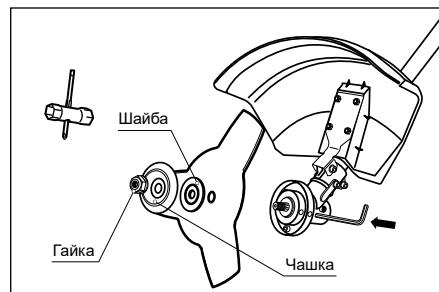

Рис. 9
- Установите режущий нож на фланцевую шайбу. Убедитесь, что режущий нож правильно отцентрирован и лежит на проточке шайбы. Установите прижимную шайбу. Установите на вал чашку крепления (рис. 9).
- Удерживая стопорный стержень одной рукой, надежно затяните гайку трубчатым ключом (входит в комплект поставки), поворачивая ее против часовой стрелки (рис. 9).